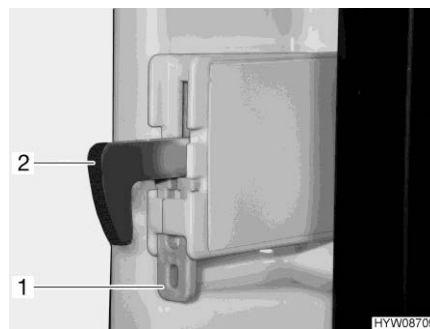

Fig. 259 Dispositivo di fissaggio (gancio di bloccaggio)
- Fissaggio del gancio di bloccaggio:** ■ Spingere il dispositivo di fissaggio (Fig. 259,1) verso l'alto. Spingere il gancio di bloccaggio (Fig. 259,2) verso l'alto, disinserendolo.
- Sblocco del gancio di bloccaggio:** ■ Spingere il gancio di bloccaggio (Fig. 259,2) verso il basso. Il gancio di bloccaggio è di nuovo inserito.